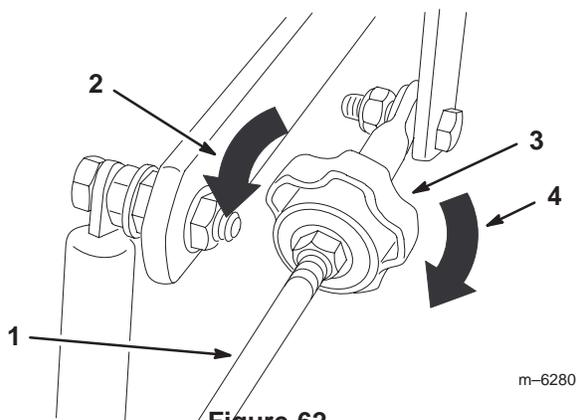

Figure 62
4. Pour que la machine tire à droite, tournez le bouton vers la droite de la machine (voir la figure 62).
5. Pour que la machine tire à gauche, tournez le bouton vers la gauche de la machine (voir la figure 62).